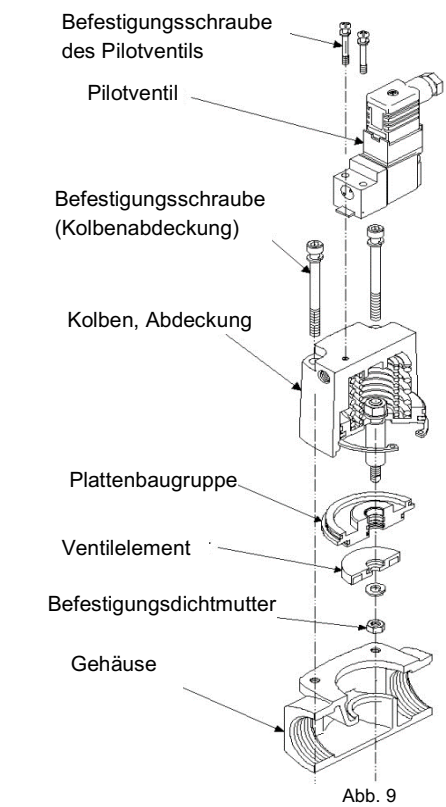

Abb. 9
6.6.1 Austausch von Plattenbaugruppe und Ventilelement (siehe Abb. 9)
6.6.2 Austauschen des Pilotventils (siehe Abb. 9)